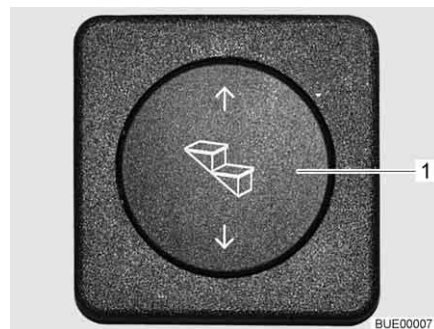

Bild 12 Manöverknapp fotsteg
- Tryck nedtill på vippknappen (Bild 12,1) och håll den intryckt (minst 3 sekunder) tills fotsteget har körts ut helt.
- Tryck upptill på vippknappen (Bild 12,1) tills fotsteget har körts in helt.